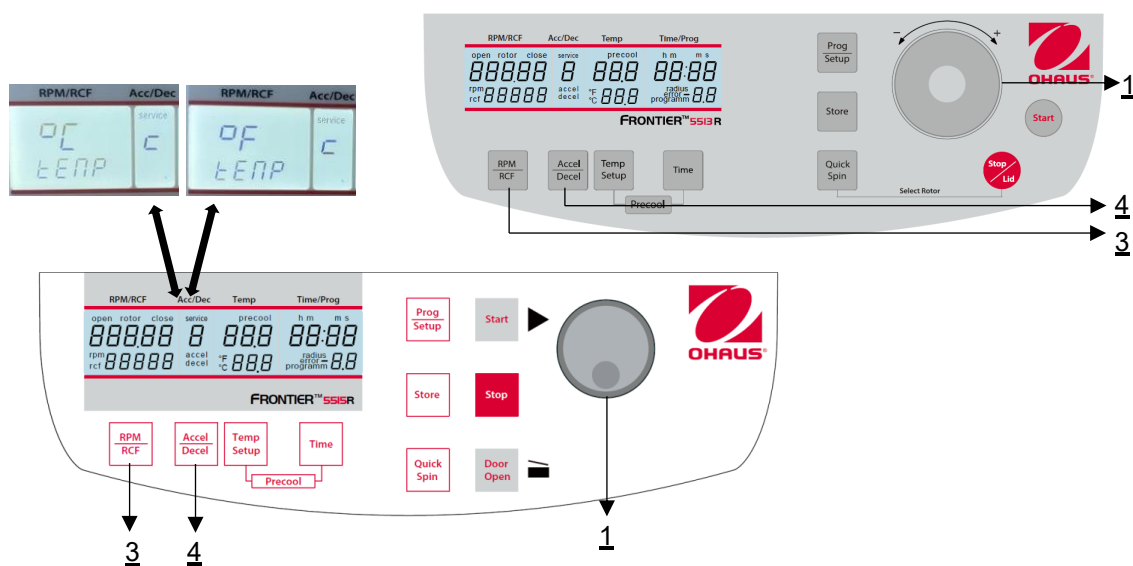

Abbildung 27
Gehen Sie wie unter Punkt 4.1.1 beschrieben vor, um in diesen Programmmodus zu gelangen und drücken Sie dann die Taste **"Accel/Decel"** (4). In der Anzeige **"Acc/Dec"** (A-2) blinkt das Wort **"Service"** (M12). Wählen Sie nun mit dem Einstellknopf / Touch wheel (1) den Buchstaben **"C"** aus. Daraufhin erscheint in der Anzeige **"RPM | RCF"** (A-1) der Text **"CELSI/temp"**. Wenn Sie die Taste **"RPM | RCF"** (3) drücken, blinkt das Wort **"°C"** und Sie können mit dem Einstellknopf / Touch wheel (1) die Anzeige in Fahrenheit **"°F"** ändern (siehe Abbildung 27).